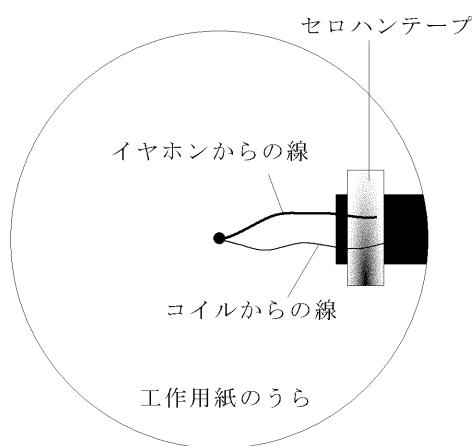

図10 裏面の配線図
- (7) 穴から通した、コイルとイヤホンの線を工作用紙の裏面につけたアルミニウム端子の上に、セロハンテープで固定する（図10）。